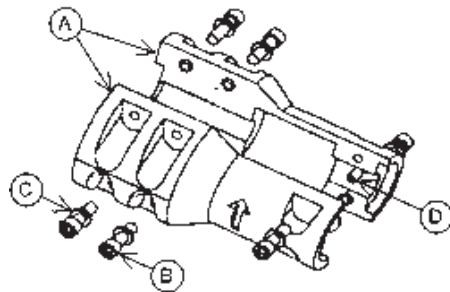

Figura 18: Acople del motor
3. Quite los (2) protectores del acople.
4. Desensamble el acople quitando los (6) tornillos de cabeza hueca. Quite el pasador de espiga en el eje de la bomba. Vea la Figura 18. Guarde los pernos y el pasador de espiga para el reensamblaje.